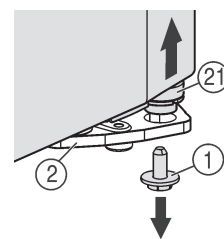
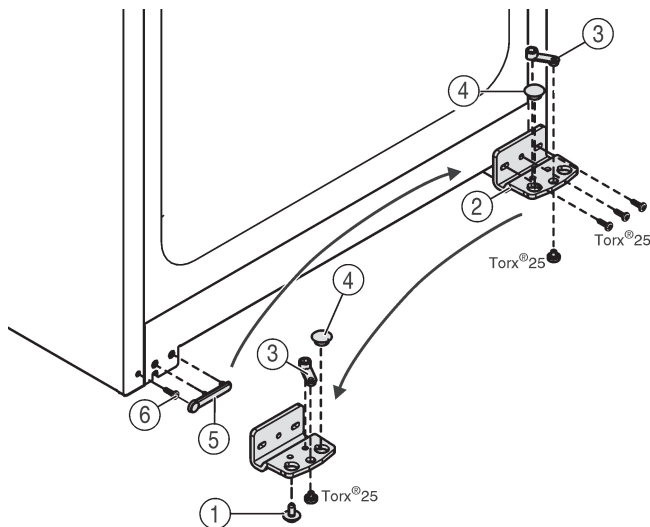

Fig. 4
Fig. 5
- ▶ Внизу справа на опорному кронштейні викрутіть фіксуючий гвинт *Fig. 4 (1)*.
- ▶ Опорний гвинт *Fig. 4 (2)* можна буде вийняти з опорного кронштейна *Fig. 5 (2)*.
- ▶ Якщо опорний гвинт *Fig. 4 (2)* не виймається, натисніть на нього знизу.
- ▶ Викрутіть опорну деталь Fig. 5 (2).
- ▶ Відкрутіть опорну деталь Fig. 5 (3) і вставте в протилежний отвір опорного кронштейну, знову пригвинтіть.
- ▶ Вийміть пробку Fig. 5 (4) з опорного кронштейна та переставте її в отвір на протилежному боці опорного кронштейна.
- ▶ Зніміть обережно кришку Fig. 5 (5) з боку ручки.
- ▶ Викрутіть гвинти Fig. 5 (6) і встановіть їх з протилежного боку.
- ▶ Знову вставте кришку Fig. 5 (5).
- ▶ Пригвинтіть опорний кронштейн Fig. 5 (2) на новий бік шарніра (з моментом 4 Нм). За потреби використовуйте пристрій для електричного закручування гвинтів.
- ▶ Вкрутіть фіксуючий гвинт Fig. 4 (1) знизу в гвинт і затягніть (з моментом 4 Нм).